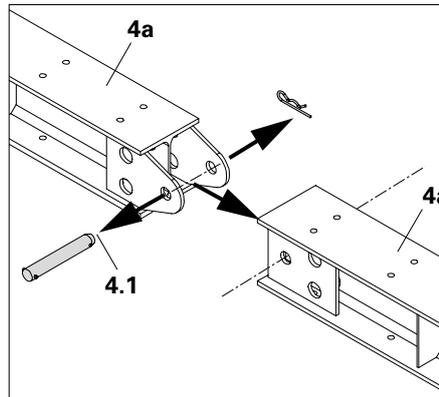

Fig. A3.01
2. Déposer la poutre inférieure (4) sur le lieu de mise en œuvre (fondation). La poutre doit reposer sur toute sa surface.
3. Selon la longueur, relier et bloquer en position la poutre inférieure à l'aide de boulons et de goupilles de sécurité (4.1). (Fig. A3.01)